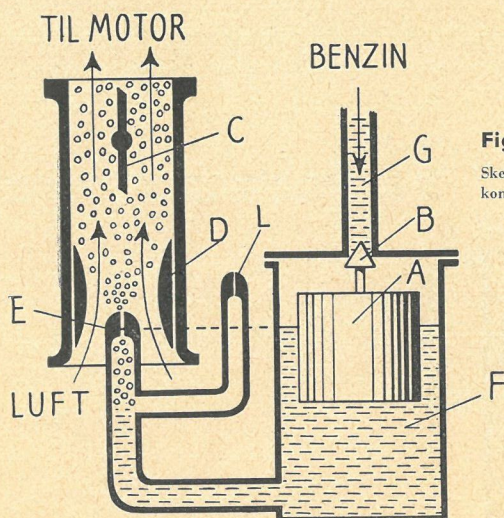

Fig. 3.
Kompensatorsystemet udbygges i de fleste tilfælde på den måde, som det skematisk er vist i fig. 3, hvor man blot har monteret hovedstrålerøret med det bøjede rør (L), i hvilket der sidder en mindre luftkorrektionsdyse, der på mange karburatorer udmunder et sted på siden af karburatorens blandekammer, hvilket vil sige, at den kan forstoppes delvis af olie og støv, hvis man ikke sørger for at holde motor og karburator rene. Systemet er ganske det samme som ved stigrøret, idet kompensatorrøret (L) ved stigende omdrejningstal tømmes for benzin, medens der tilsættes mere og mere luft til strålerørets benzin ved yderligere forøgelse af motorens omdrejningstal. I det tilfælde, der er vist i fig.